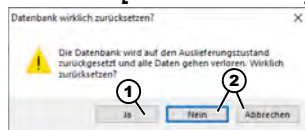

Abb. 59: Hinweis: Datenbank wirklich zurücksetzen
4. ➤ Wenn Sie den Vorgang abbrechen wollen, wählen Sie *[Nein]* oder *[Abbrechen]* (Abb. 59, Pos. 2).
5. ➤ Wählen Sie *[Ja]* (Abb. 59, Pos. 1) aus, wenn Sie sich absolut sicher sind, dass Sie alles zurücksetzen wollen.